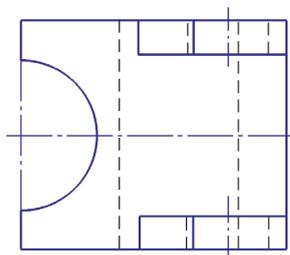

Рис. 4.9
5. Перейти к построению следующего вида, например, построить вид сверху, как показано на рис. 4.9. Расположение видов относительно формата чертежа на данном этапе не имеет особого значения, так как после окончания построений всех видов их положение можно скорректировать с помощью команды **Сдвиг**.